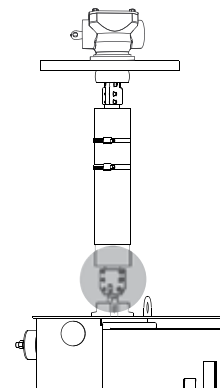

Рис. 58. Соедините вал квадратного сечения с механизмом моторного привода
14. Соедините нижний конец вала квадратного сечения с установленными полумуфтами с валом механизма моторного привода. См. рис. 58.